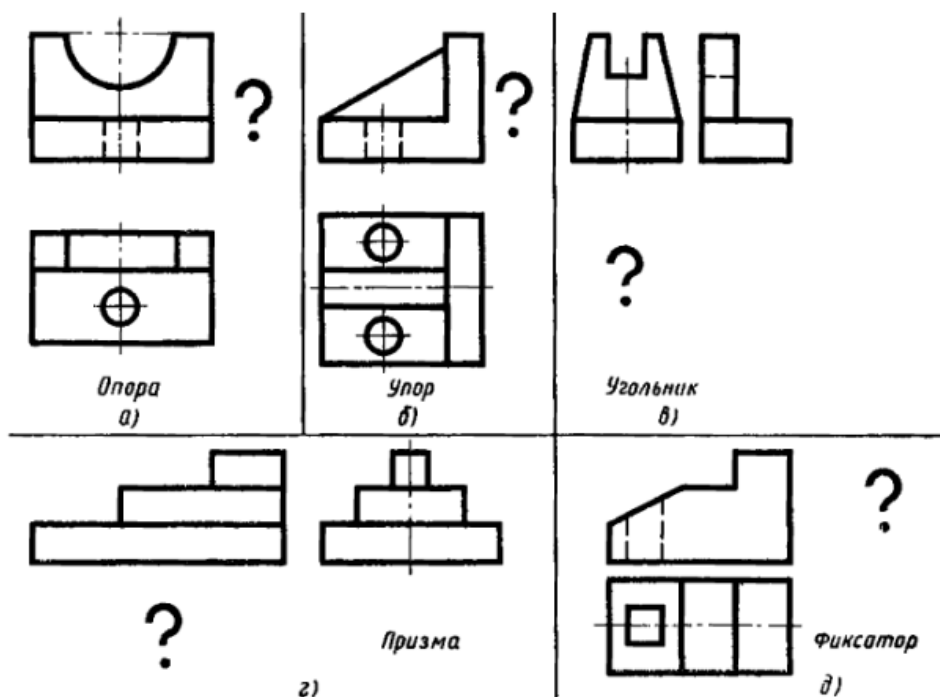

Рис. 115. Задания к графической работе № 5
**Задание 2.** Приготовьте лист чертежной бумаги формата А4. Вычертите рамку и графы основной надписи. По наглядному изображению рисунок 115 в масштабе 4:1 по вариантам (а – 1 вариант, б – 2 вариант, в – 3 вариант, г – 4 вариант, д – 5 вариант). Постройте третий вид по двум данным.